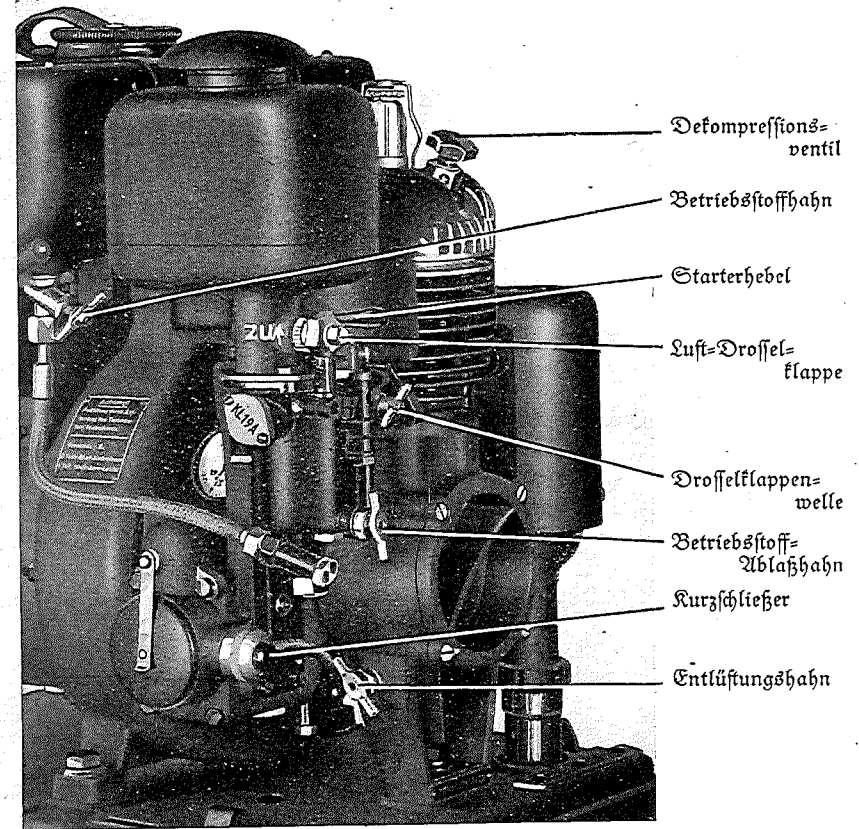

Abb. 10: Bedienungseite des Motors
- Ansaugschalldämpfer (77) abnehmen,
- Luftführungshaube (4) abnehmen,
- Abschirmung (2) abnehmen und Zündkerze heraus-schrauben,
- Muttern am Zylinderkopf lösen und Kopf (6) und Zylinder (7) abziehen,
- Gehäusedeckel (15) abnehmen,
- Ölöhle von Zylinder, Kopf und Kolben vorsichtig entfernen (keine Feile benutzen) und nach Säuberung noch fest-sitzende Ringe mit Hilfe der drei Stahlbänder abnehmen (siehe Abbildung 10, auf Seite 31),
- Schrauben des Starterdeckels (58) heraus-schrauben,
- Starterdeckel (58) abnehmen,
- Bandfeder (59) mit Gehäuse herausnehmen und neue Feder mit Gehäuse (nach Entfernen des Bindedrahtes) einsetzen,